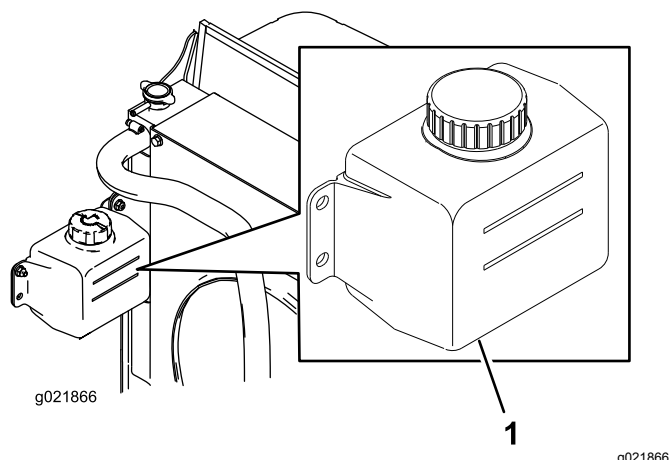

Figure 28
1. Vérifiez le niveau du liquide de refroidissement dans le vase d'expansion (Figure 28).